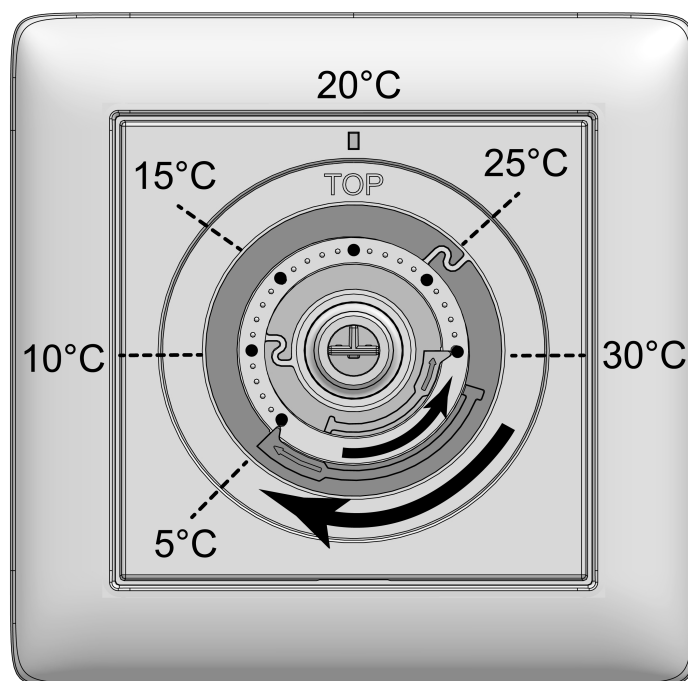

Figura 3: Anillos de ajuste para limitación de la temperatura
- Retirar el botón de manejo (5) de la placa central (4) para que los anillos de ajuste (7) sean visibles (véase figura 3). Los valores de temperatura mostrados en la imagen sirven como orientación.